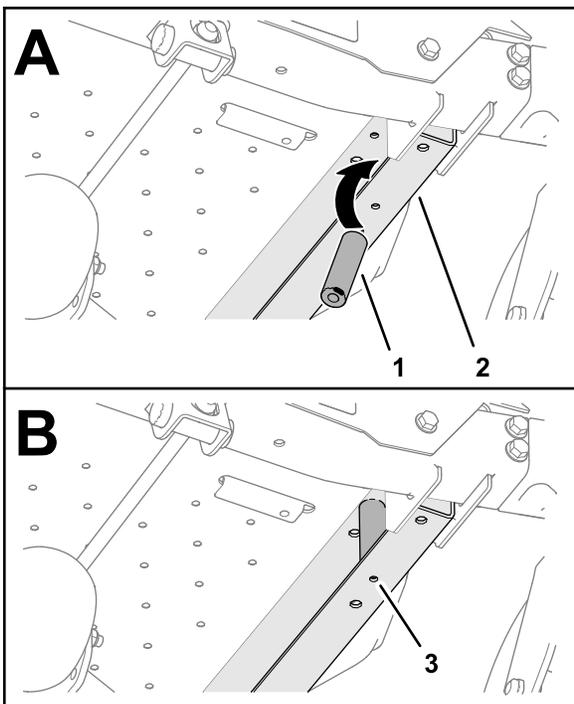
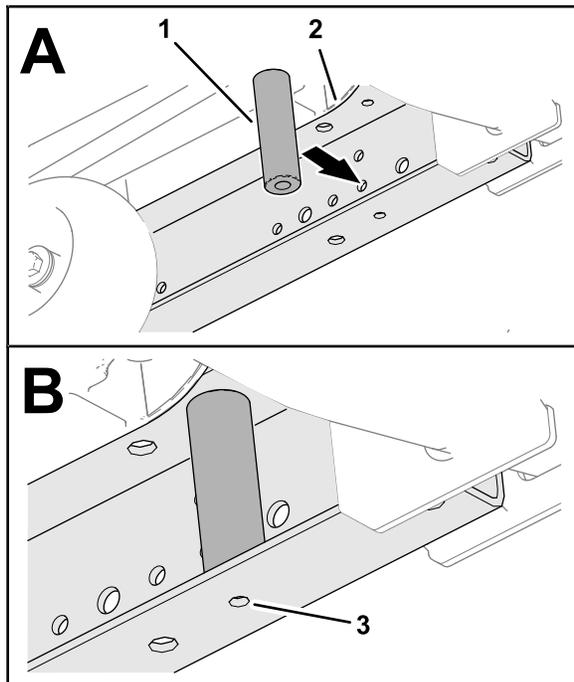

Figura 6
Figura 7
1. Inserite il distanziale di sostegno nella guida del telaio come mostrato nella Figura 6 oppure nella Figura 7.